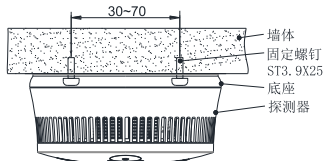

图4 报警器螺丝安装示意图
- 采用螺丝安装时，首先将底座用螺钉紧固在顶棚，指示灯朝向易于观察的方位（如：门口）。使用螺钉安装时，紧固底座固定螺钉，应确保螺钉冒顶端不超出底座上螺钉孔两边的护栏，具体如图 4 所示；